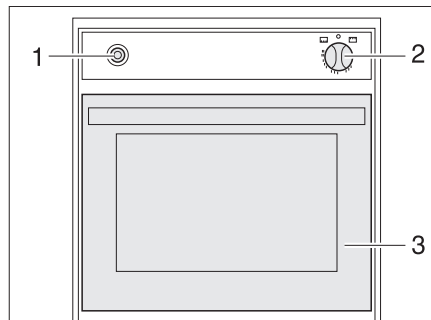

Bild 343 Gasugn (Spinfo)
- Öppna ugnsluckan (Bild 343,3) helt.
- Tryck lätt på vridregulatorn (Bild 343,2) och ställ den på "🔥" (ugn) eller "GRILL" (grill).
- Tryck på vridregulatorn (Bild 343,2) under 5 till 10 sekunder. Gasen strömmar till brännaren.
- Tryck på tändaren (Bild 343,1) tills lågan tänds.
- Ställ vridregulatorn (Bild 343,2) på "0". Flammen slocknar.